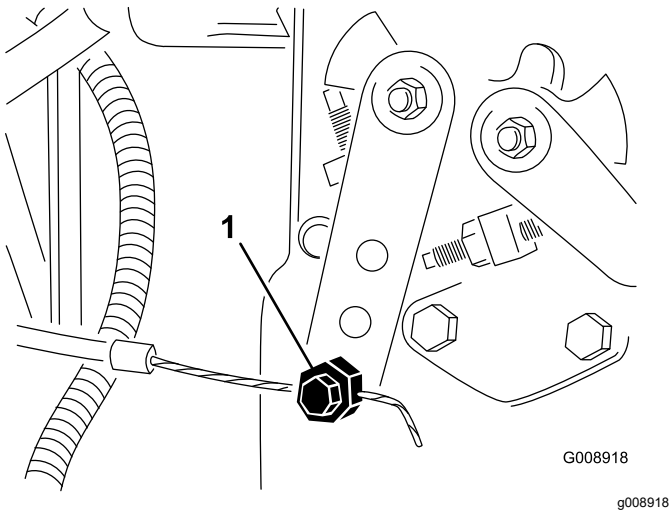

Bild 87
4. Lockern Sie den Anschluss des Bowdenzugs am Arm der Einspritzpumpe (Bild 87).